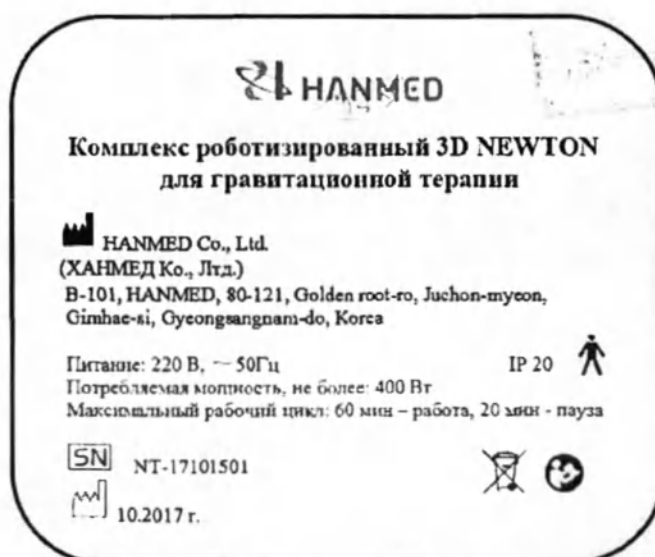

Рисунок 54 – Маркировка комплекса
5.6.2 На блоке управления комплекса табличка (рисунок 54) содержащая: